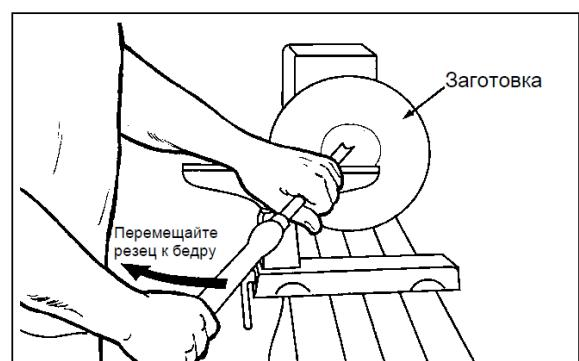

Рисунок 10-11
6. Левой рукой контролируйте режущий край резца, в то время как правая рука подтягивает ручку инструмента по направлению к туловищу (Рис. 10-11). Для получения гладкой изогнутой поверхности желобок резца должен двигаться от вершины наружного края чаши, поворачиваясь вверху так, чтобы смещаться вглубь чаши. По мере заглубления резца в заготовку постепенно поворачивайте его к краю. Возможно, после углубления заготовки подручник придется повернуть.